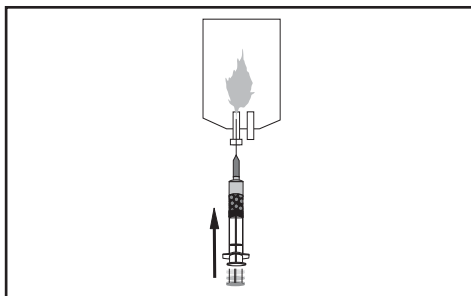

Figura 1.
- 1.4 Mantenendo la siringa in posizione verticale e facendo attenzione a non disturbare le microsfere depositate, inserire un ago con filtro sterile nella siringa. Con l'ago con filtro rivolto verso l'alto, espellere la soluzione di trasporto (Figura 1). Assicurarsi che all'interno della siringa rimanga un volume di soluzione di trasporto sufficiente a coprire le microsfere.